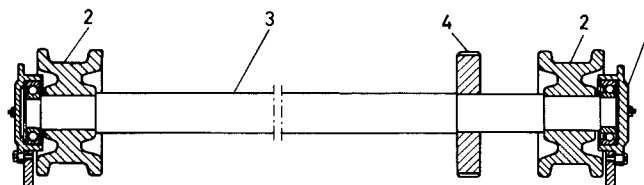

Fig. 11. Hjulpar med lagring till telfertralla TMF-T
Lossa skruvarna till lagerboxarna (1) fig. 11.